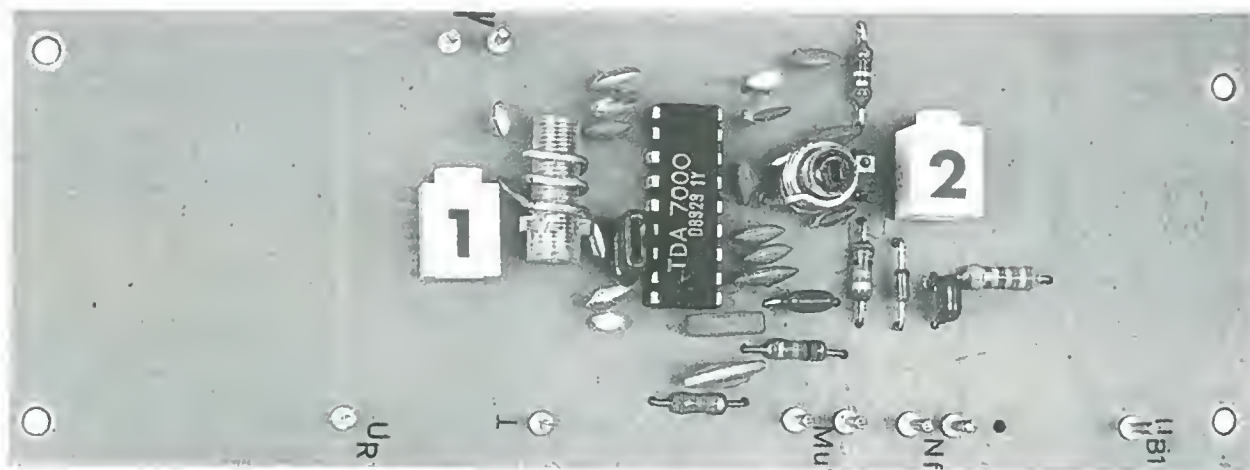
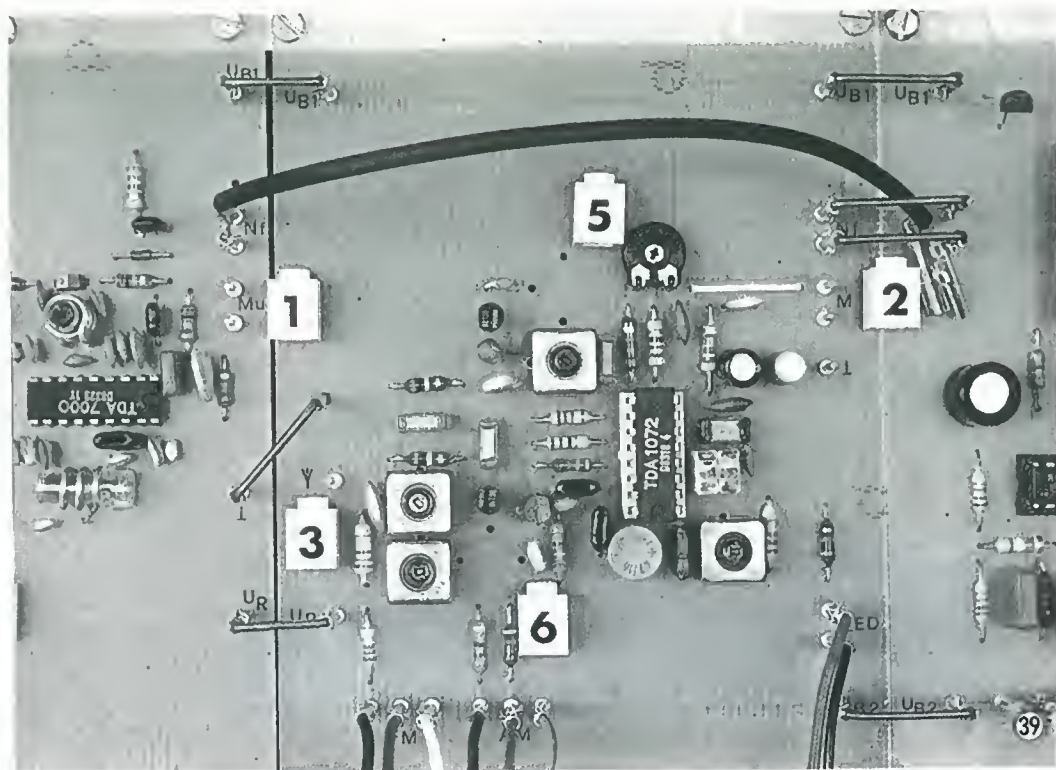

Figura 37. La basetta del ricevitore FM dovrà avere piccole dimensioni, con un montaggio molto raccolto dei componenti: le dimensioni sono 52 x 135 mm.
Figura 39. A sinistra della foto è visibile il ricevitore FM completo e collegato agli altri moduli.
re variabile (oppure il diodo a capacità variabile per VHF) devono essere montati talmente vicini da mantenere i collegamenti tra di loro ed al transistor ad una lunghezza minore di 10 mm. Per la bobina è necessario un nucleo fatto di uno speciale materiale a basso smorzamento. Devono essere utilizzati transistori ad alta frequenza selezionati in modo che abbiano, per esempio, una frequenza limite di 1 GHz. La costruzione deve essere ordinata e meccanicamente robusta (Figura 37).
tazione. I condensatori dovranno essere del tipo ceramico e, come tutti gli altri componenti, dovranno essere collegati al circuito con i terminali tagliati molto corti. In Figura 37 è illustrato il montaggio dei componenti sul circuito stampato, le cui dimensioni sono 52 x 135 mm. La tensione di antenna viene applicata in modo asimmetrico (cavo coassiale da 75 ohm) ad un avvolgimento della bobina d'antenna (L'). La bobina d'ingresso
La schermatura del cavo coassiale deve essere collegata alla massa del circuito stampato. Allo scopo sono previsti i due spinotti visibili sopra il numero 1 della Figura 37. Nella serie inferiore di spinotti, sono previsti i seguenti collegamenti, da sinistra verso destra: tensione di sintonia per il diodo a capacità variabile U_R , massa, connessioni per il silenziamento (2), massa, bassa frequenza, foro senza spinotto (massa) e tensione di alimentazione U_{B1} . A destra della posizione 1 è visibile la bobina del circuito oscillante d'antenna.
I collegamenti potranno essere ricavati dalla Figura 39. Il collegamento dello squelch, che sopprime il fruscio in assenza di segnale, non è stato in questo caso effettuato (posizione 1). A questo scopo è possibile aggiungere al circuito (Figura 37) un apposito commutatore. Al di sopra della posizione 1 deve essere saldato un cavetto schermato che collega, in posizione 2, l'ingresso dell'amplificatore a bassa frequenza con l'uscita del segnale a media frequenza della basetta FM. Nella parte più alta viene effettuato il collegamento per la tensione di alimentazione. Lo spinotto a sinistra, sopra la posi-